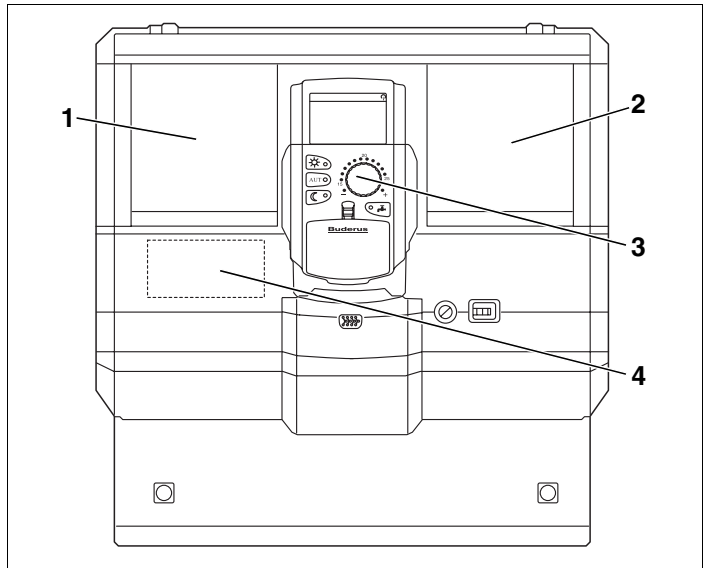

Fig. 1 Disposizione degli alloggiamenti
Il modulo FM 455 occupa sempre l'alloggiamento A e il modulo ZM 424 l'alloggiamento 1 (fig. 1, **pos. 1**).
Montate sempre i moduli FM 445 e FM 446 nell'alloggiamento 2 (fig. 1, **pos. 2**).